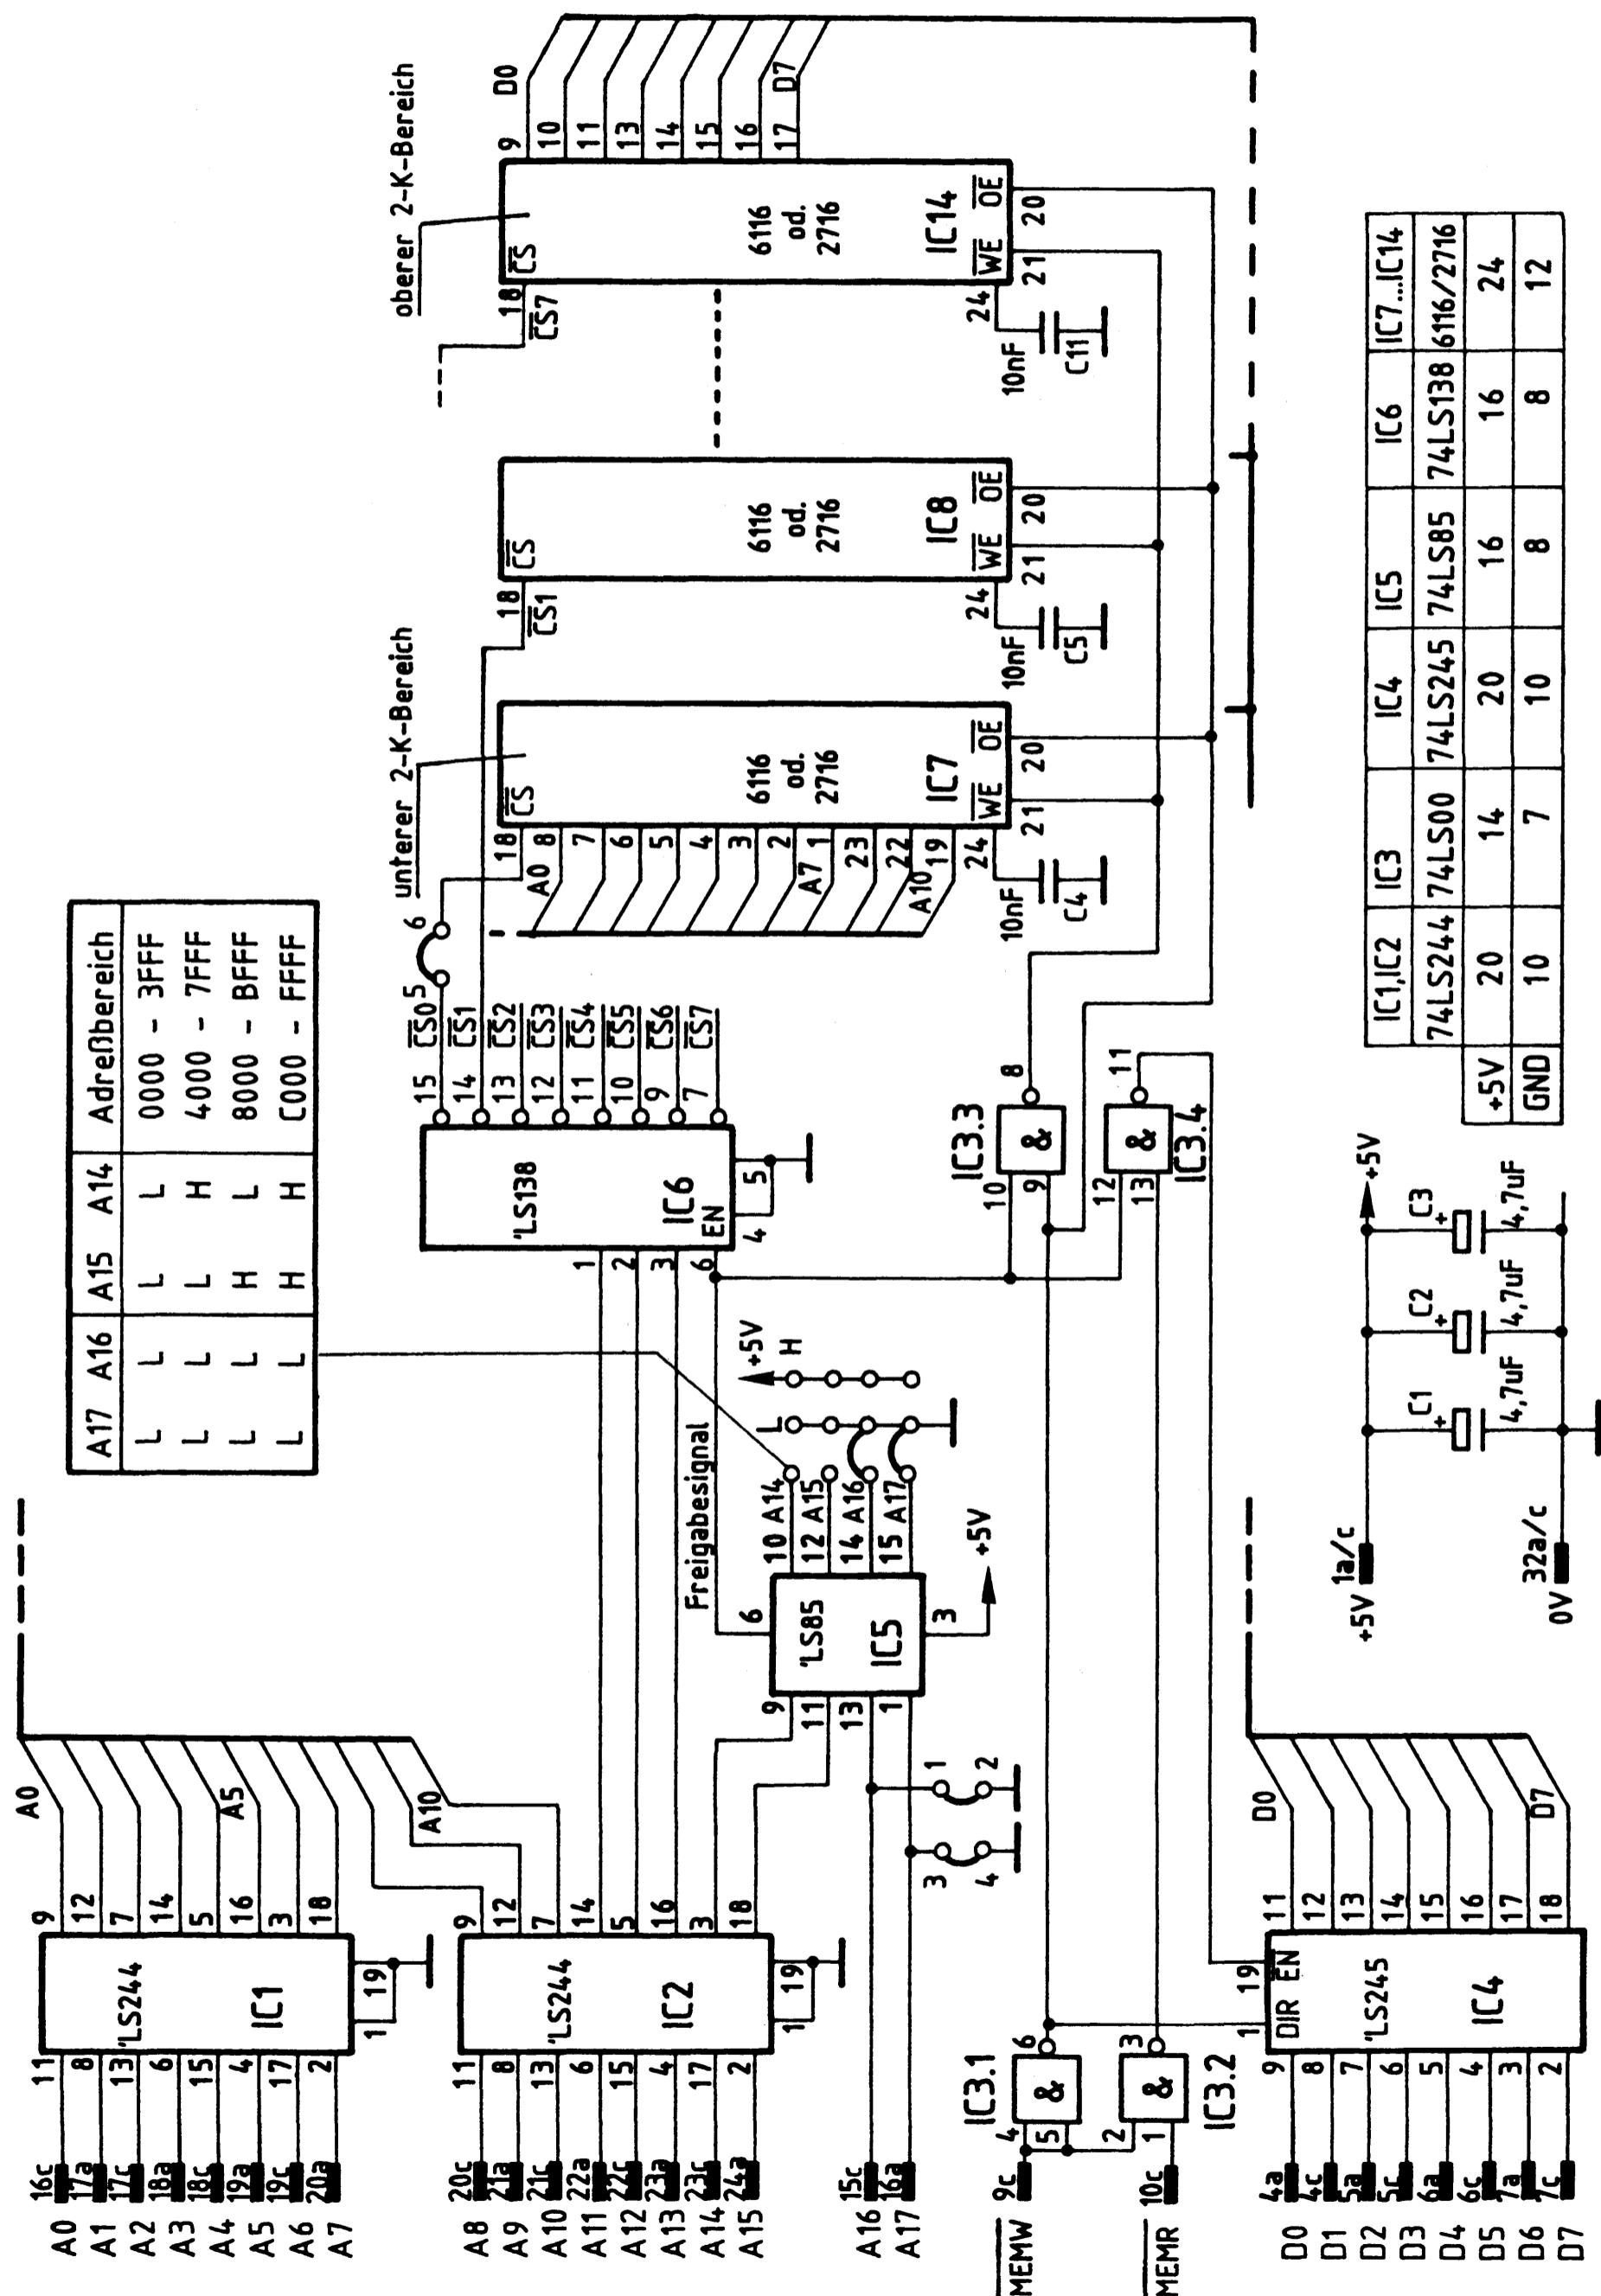

Bild 1: Stromlaufplan 16-K-RAM/EPROM
Die Urlader-Einrichtung ist eine Erweiterung der 16-K-RAM/EPROM-Baugruppe und auf dem Layout der Leiterplatte bereits vorbereitet. Bild 1 zeigt den Stromlaufplan der Baugruppe ohne, Bild 7 mit Urladereinrichtung.
Bild 1 zeigt den Stromlaufplan der Baugruppe. Sie sollten diesen Plan bei allen folgenden Erklärungen mitbenutzen.
Der 1-aus-8-Decoder 74 LS 138 (Bild 1) dient zur Auswahl der Speicherbausteine. Er decodiert die Adresssignale A11...A13. Sein Enable-Eingang (EN) wird vom Freigabesignal des 4-Bit-Komparators 74 LS 85 aktiviert.
Mit Hilfe der Speicher-Steuereingänge \overline{CS} , \overline{WE} und \overline{OE} (Bild 1) werden die Speicher gelesen (EPROM) oder gelesen und beschrieben (RAM) oder gesperrt. Die hierzu an den Steuereingängen erforderlichen Pegel können Sie der Tabelle in Bild 3 entnehmen. Von den fünf dargestellten Signalkombinationen kommen im MFA-MC-System nur die Kombinationen 2, 3 und 5 vor.